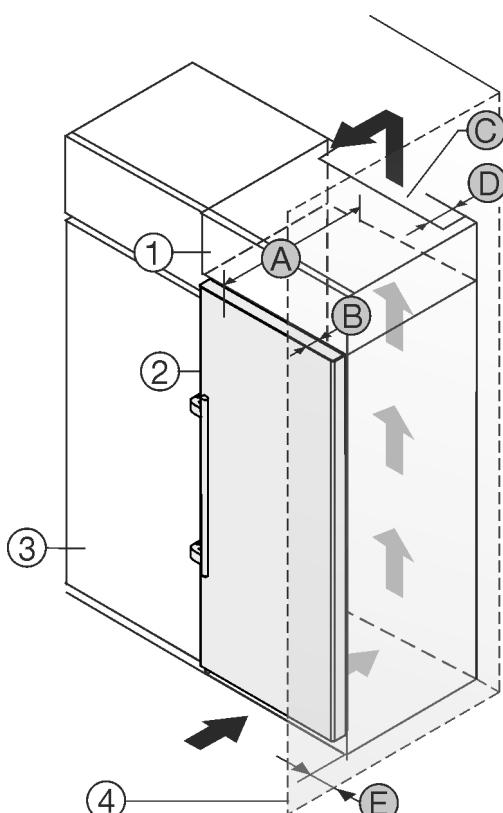

Fig. 2
Puteți amplasa aparatul direct lângă dulapul de bucătărie Fig. 2 (3).*
În partea din spate a dulapului suspendat trebuie să existe o fantă de aerisire cu grosimea Fig. 2 (D) pe toată lățimea dulapului suspendat.*
Sub tavanul încăperii trebuie să fie respectată secțiunea de ventilație Fig. 2 (C).*
Atunci când montați aparatul cu balamalele lângă un perete Fig. 2 (4), distanța dintre aparat și perete trebuie să fie de minim 57 mm. Această valoare corespunde proeminentei mânerului cu ușa deschisă.*
Astfel încât să puteți deschide complet ușa, aparatul trebuie să fie proeminent cu cel puțin adâncimea ușii Fig. 2 (B) față de suprafața frontală a dulapului de bucătărie. În funcție de adâncimea dulapurilor de bucătărie Fig. 2 (3) și utilizarea distanțierelor de perete, aparatul poate ieși mai mult în afară.*